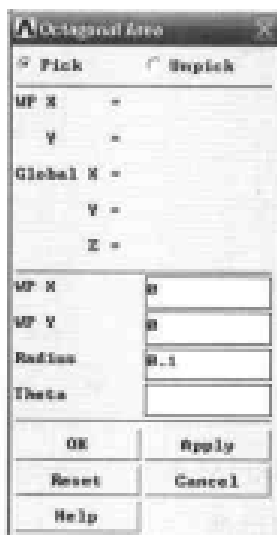
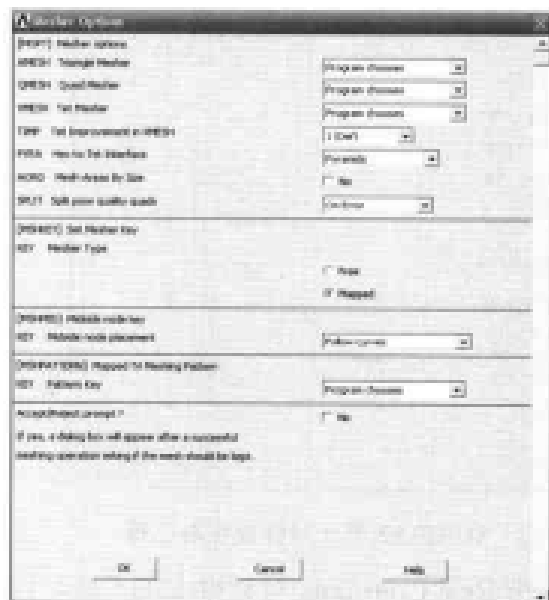

图 11-54 生成 8 边形对话框
图 11-55 网格划分选项设置对话框
(1) 选择 Main Menu | Preprocessor | Modeling | Create | Areas | Polygon | Octagon 命令, 出现 Octagonal Area 对话框, 在 WP X 文本框中输入 0, 在 WP Y 文本框中输入 0, 在 Radius 文本框中输入 0.1, 如图 11-54 所示, 单击 OK 按钮关闭该对话框。
(2) 选择 Utility Menu | PlotCtrls | Numbering 命令, 出现 Plot Numbering Controls 对话框, 选择 KP Keypoint numbers 选项, 使其状态从 Off 变为 On, 其余选项均采用默认设置, 单击 OK 按钮关闭该对话框。
(3) 选择 Main Menu | Preprocessor | Meshing | Mesher Opts 命令, 出现 Mesher Options 对话框, 在 [MSHKEY] Set Mesher Key KEY Mesher Type 选项组中选中 Mapped 单选按钮, 其余选项均采用默认设置, 如图 11-55 所示。